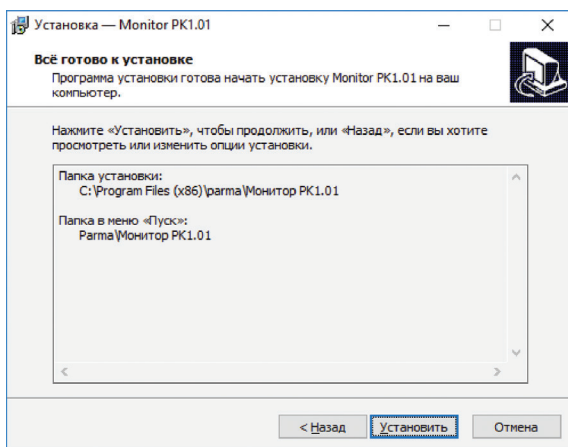

Рисунок 18
6.4.6 Далее, перед началом непосредственно инсталляции есть возможность посмотреть и/или изменить опции установки, *рисунок 18*.